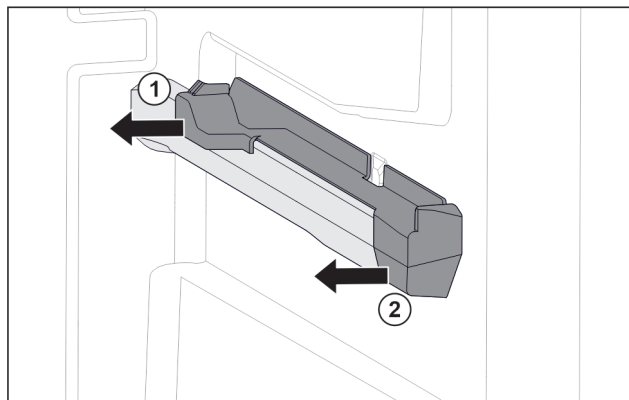

Fig. 122 Element nasadzany na prawym żebrze pojemnika
- ▶ Odciągnąć element nasadzany z tyłu w bok. Fig. 122 (1)
- ▶ Odciągnąć element nasadzany z przodu w bok. Fig. 122 (2)